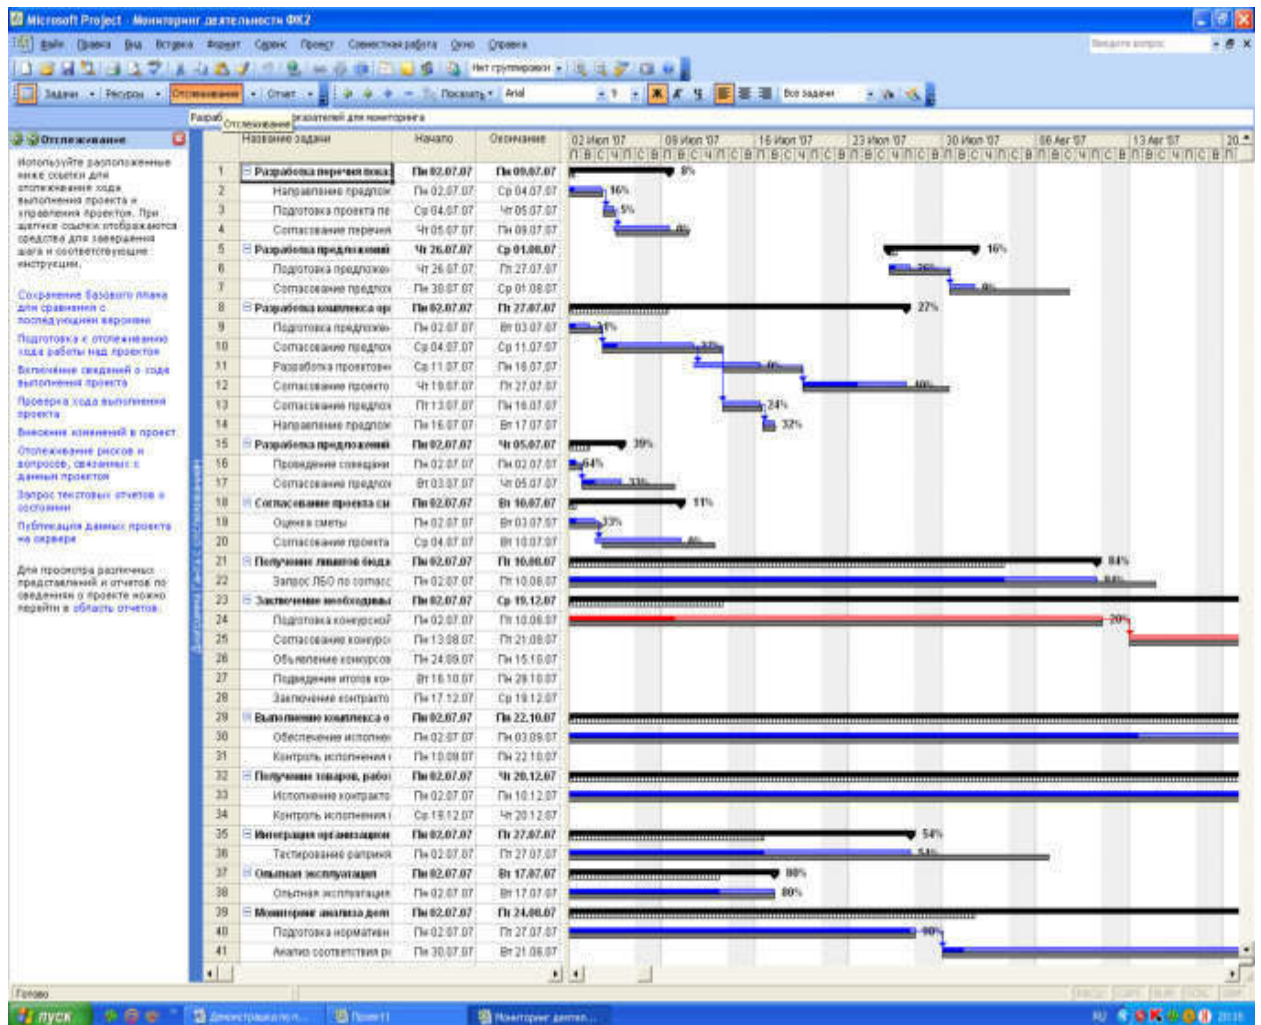

Рис. 45. Фрагмент операций в режиме меню «Отслеживание»
- публикация данных проекта на сервере (См. рис. 45).